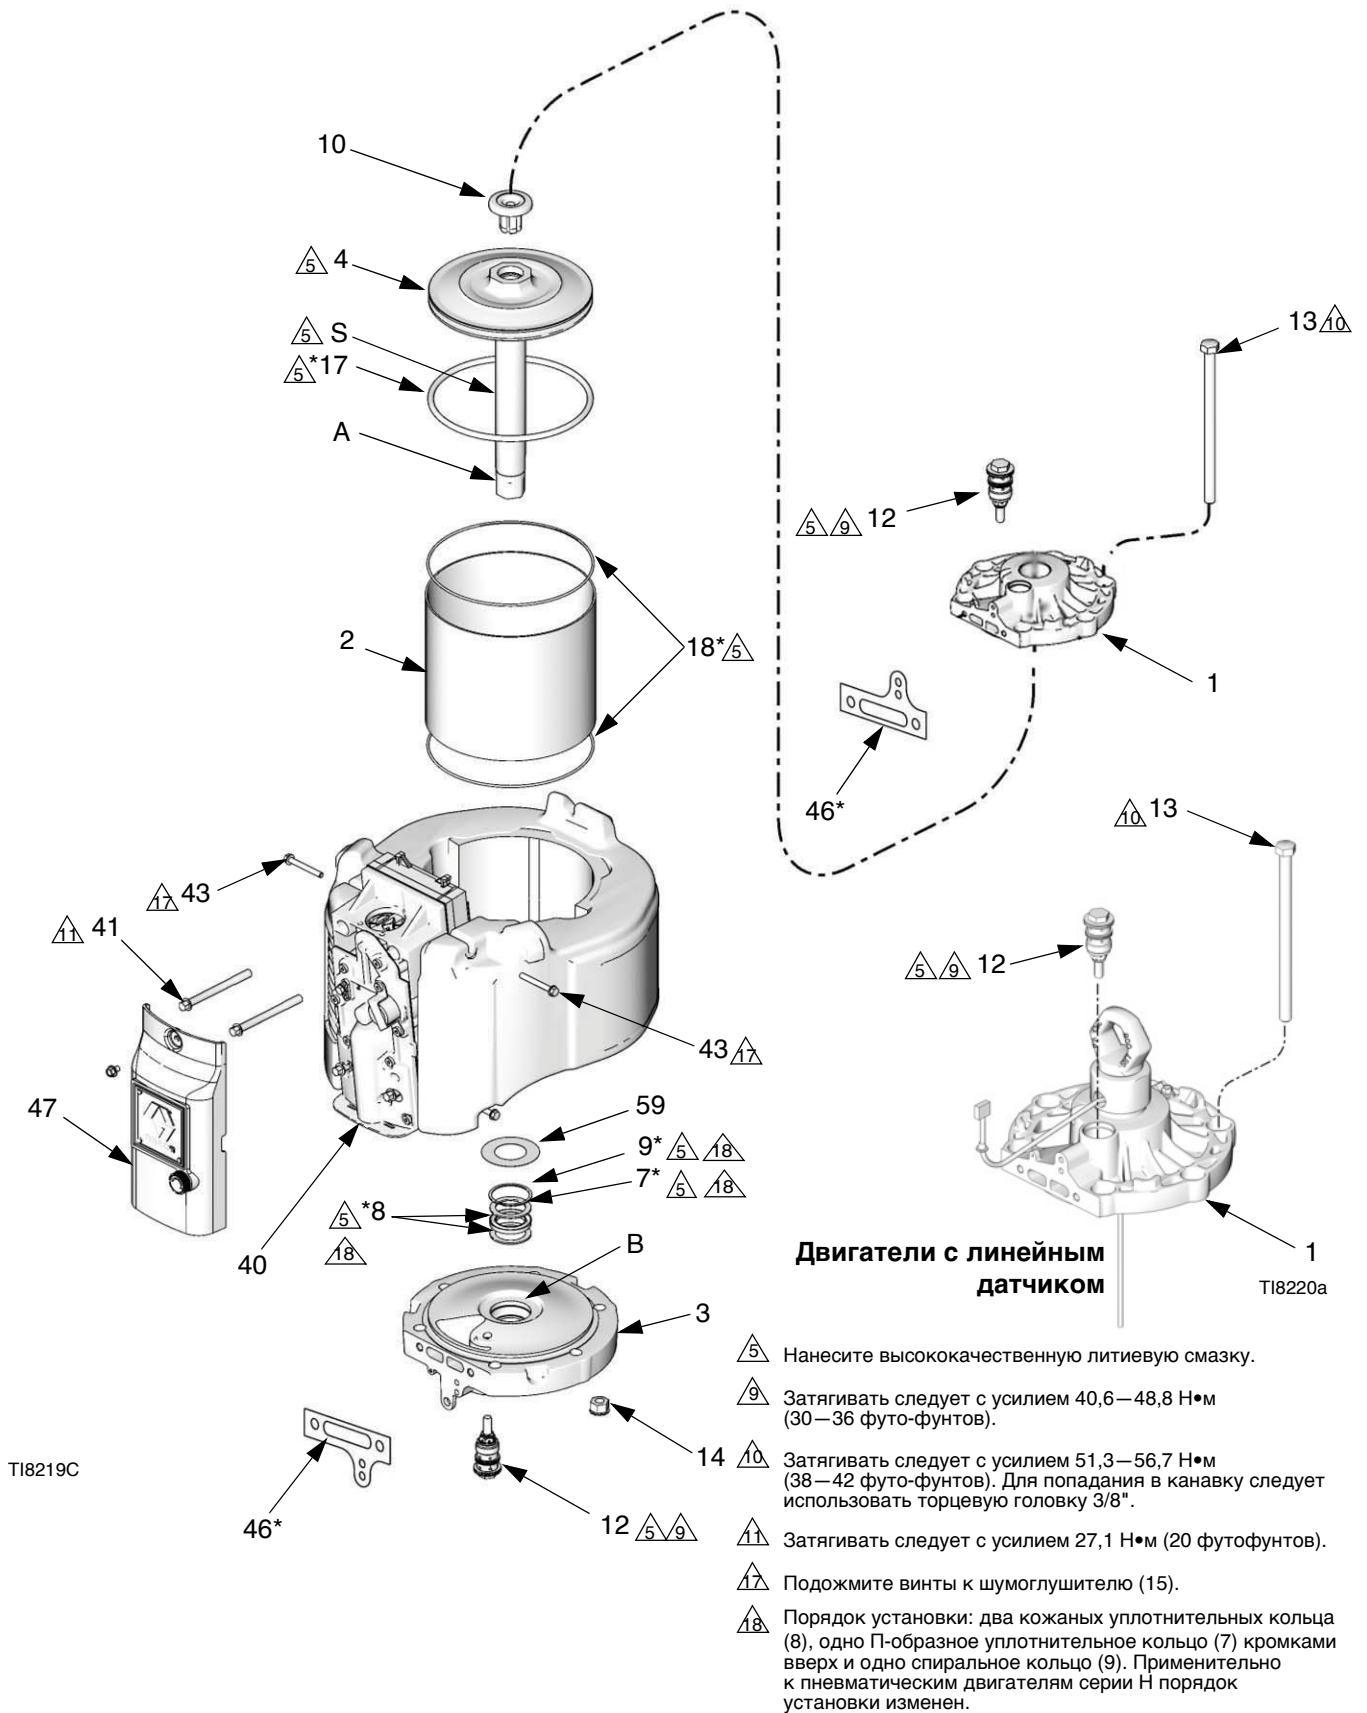

Рис. 12. Ремонт пневматического двигателя
5. Снимите наружную крышку (47) клапана. См. Рис. 12.
6. Раскрутите и извлеките четыре винта (43) и снимите шумоглушитель (15).
7. Раскрутите и извлеките два верхних винта (41) воздушного клапана. Ослабьте, но не извлекайте два нижних винта (41). Наклоните воздушный клапан (40) для облегчения разборки.
8. Извлеките стяжные болты (13). С помощью резинового молотка постучите по нижней стороне верхней заглушки (1) для отделения заглушки. Снимите верхнюю заглушку с двигателя.
9. Отсоедините пневматический двигатель от основания (см. отдельную инструкцию по эксплуатации используемого вами насоса). Не снимайте переходник (A) поршневого вала с этого вала (S).
10. Вытолкните узел поршня (4) из верхней части цилиндра (2).
11. Осмотрите уплотнительное кольцо поршня (17). Осмотрите поршень (4) и поршневой вал (S) на предмет зазубрин или повреждений. Узел сменного поршня (4) состоит из поршня, вала (S), переходника (A) и амортизатора (10).
12. Снимите цилиндр (2). Осмотрите внутреннюю поверхность цилиндра на предмет зазубрин или других повреждений. Замените цилиндр, если он поврежден.
13. Извлеките амортизатор (59), фиксирующее кольцо (9), вспомогательные прокладки (8) и V-образное уплотнение (7) из нижней крышки (3). Осмотрите эти детали на предмет износа или повреждений. Осмотрите подшипник (B), не снимая его. Небольшое количество зазубрин на поверхности подшипника является приемлемым. Если подшипник поврежден, замените нижнюю крышку (3).
1. См. Рис. 12. Установите две вспомогательные прокладки (8*). Затем установите V-образное уплотнение (7*) кромками вверх. Затем установите фиксирующее кольцо (9*) в нижнюю крышку (3). Нанесите на уплотнения смазку. Установите на место амортизатор (59).